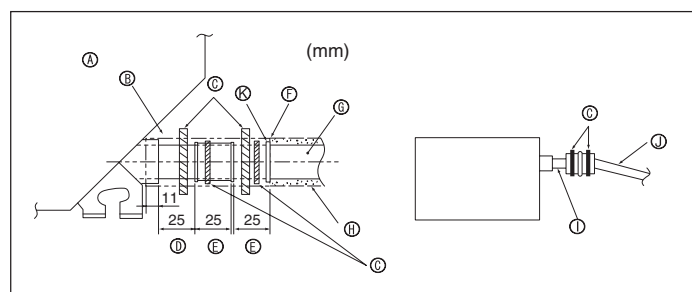

Fig. 5-2
1. Подсоедините соединительную муфту для дренажа (входит в комплект поставки прибора) к дренажному порту. (Fig. 5-2)